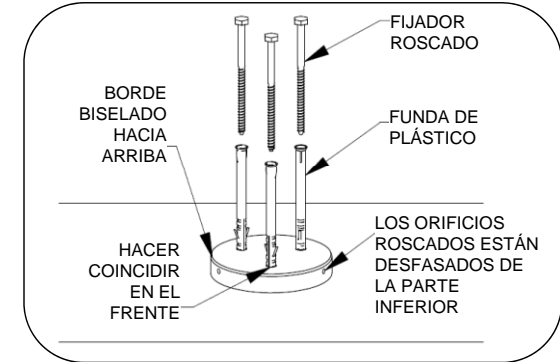

Fig. 4: instalación de la placa base
4. Colocar la placa base en su lugar (ver fig. 4) y marcar la ubicación de los orificios. Apartarla.
6. Instalar la placa base con el borde biselado hacia arriba, las fundas de plástico y los tornillos con cabeza como se muestra en la fig. 4.